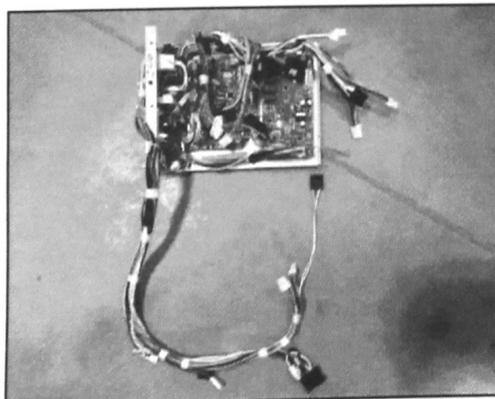

FIGURE 12
14. Sortir le module HT neuf de son emballage. Le module HT une fois déballé est illustré en Figure 12.
**REMARQUE :** L'apparence du module haute tension (HT) que vous recevez peut être différente de la commande illustrée dans les instructions.
19. La platine de l'interrupteur doit être ajoutée au module HT neuf illustré en Figure 12. Commencer par y fixer le connecteur de test du module HT neuf. Pour ce faire, le pousser dans la découpe correspondante. Voir Figure 17.